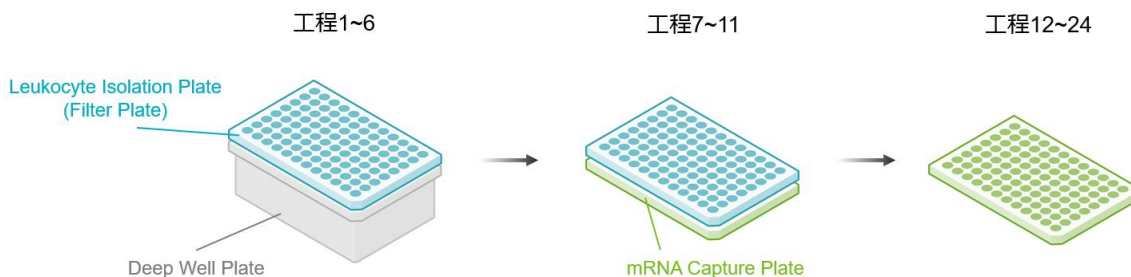

図1 各プレートの配置図
1. Leukocyte Isolation Plate (Filter plate) を Deep Well Plate の上に乗せる (図 1 参照)。
7. Deep Well Plate を取り除き、Filter Plate を mRNA Capture Plate の上に載せる (図 1 参照)。